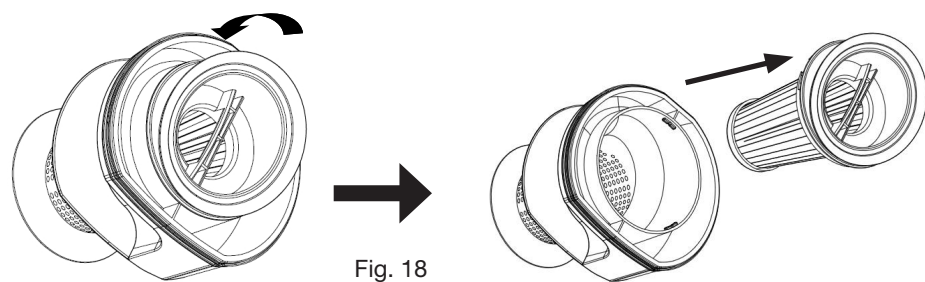

Fig. 18
3. Retirez le filtre de type EPA en le tournant légèrement dans le sens inverse des aiguilles d'une montre pour le déboîter (Fig. 18).